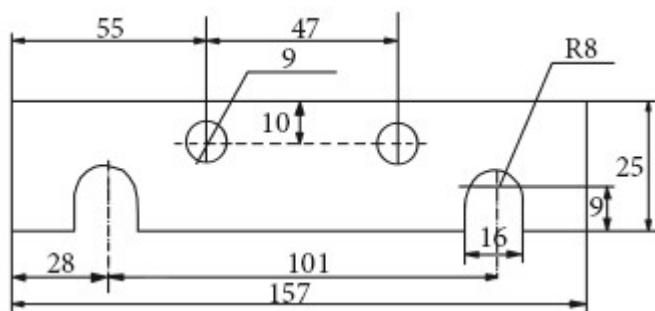

Рисунок 40. Приспособление для установки держателя заднего сальника коленчатого вала на автомобиле «Волга»
3. Через задний сальник коленчатого вала происходит утечка масла. Эта проблема в основном касается волговских двигателей. Следует снять поддон с прокладкой и отвернуть две гайки с внутренним шестигранником размером 8 мм. Корпус держателя сальников и заднего конца коленчатого вала снять. Произвести замену сальниковой набивки – асбестового шнура – новым длиной 14 см, вложив его в гнездо держателя сальника. В пазы держателя сальника установить две резиновые прокладки и на их боковую поверхность, положить немного герметика на верхнюю часть прокладок. Снизу надеть на держатель сальника приспособление из полосовой стали толщиной 4 мм и затянуть его гайками М8 (рис. 40).